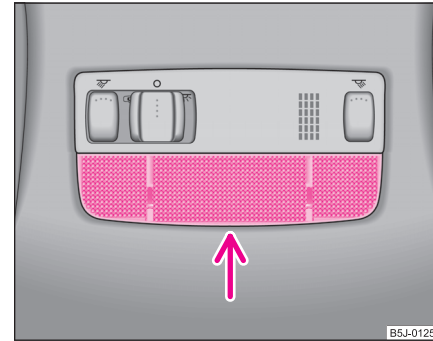

Abb. 176 Innenleuchte ausbauen
- Ziehen Sie die Streuscheibe (siehe Pfeil) nach unten vom Gehäuse ab ⇒ Abb. 176.